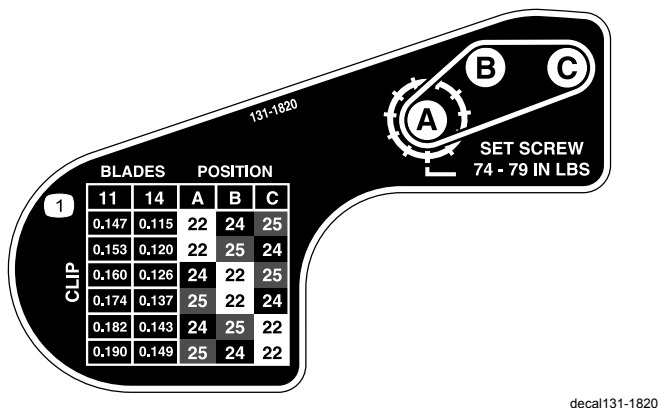

図 18
- 図 18 のデカルにある表を参考にして希望するクリップを決定し、そのクリップにセットするためにはどのプーリを移動させる必要があるかを調べる。
- 各プーリを、それぞれの新しい位置に取り付ける 図 18。